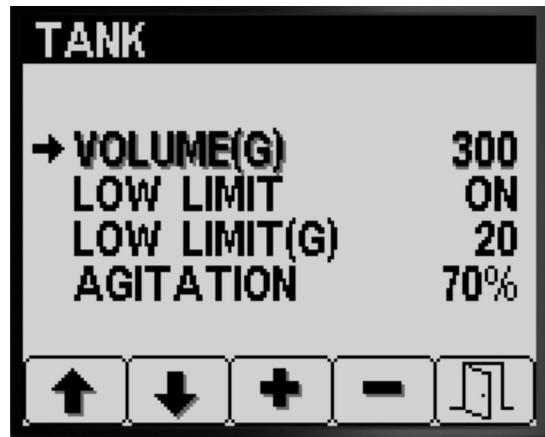

Figura 12
- Pulse el botón 1 o el botón 2 para desplazarse a la opción VOLUMEN DEL DEPÓSITO (Figura 12).
- Pulse el botón 3 o el botón 4 para aumentar o reducir el valor del volumen de producto químico del depósito de fumigación (Figura 12).